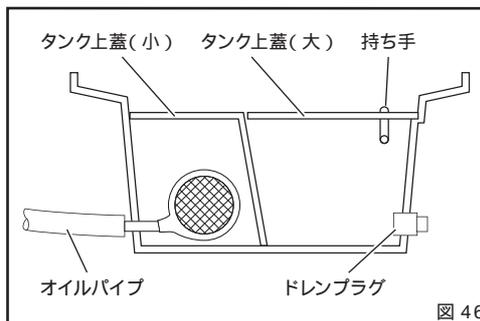

図 46
3. オイルタンクの清掃 (図 46)
細かい切粉がタンク内にたまりますので、月に1回程度タンク内をきれいに掃除してください。(図 46)